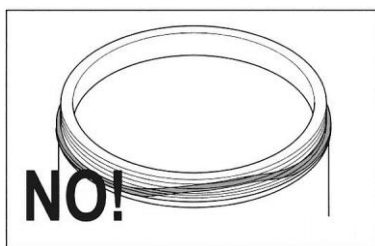

Рис. 32
2. На рис. 32 показана неправильно встановлене ущільнення; у цьому випадку ущільнення НЕ розподіляється ідеально по всьому краю ємності.